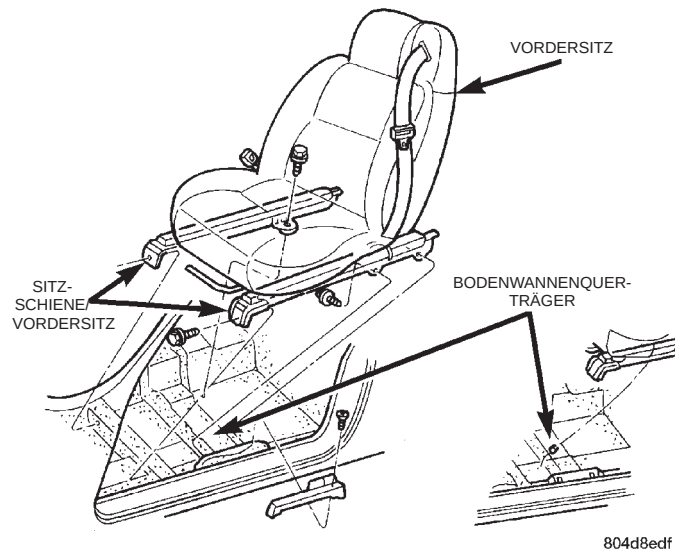

Abb. 53 Vordersitz
- (1) Sitz ganz nach hinten schieben.
- (2) Inneren und äußeren Befestigungsschrauben lösen, mit denen der Sitz am Bodenwannenquerträger befestigt ist (Abb. 53).
- (3) Vordersitz ganz nach vorn schieben.
- (4) Hintere innere Befestigungsschraube lösen, mit der der Sitz an der Bodenwanne befestigt ist.
- (5) Hintere äußere Befestigungsschrauben lösen, mit denen der Sitz am Seitenschwellerholm befestigt ist.
- (6) Sitz nach vorn umklappen und den Steckverbinder vom Gurtaufroller abziehen.
- (7) Sitz aus dem Fahrzeug nehmen.
(1) Sitz ganz nach hinten bewegen.
(2) Die vorderen inneren und äußeren Befestigungsschrauben lösen, mit denen der Sitz am Bodenwannenquerträger befestigt ist (Abb. 53).
(3) Sitz ganz nach vorn bewegen.
(4) Hintere innere Befestigungsschraube lösen, mit der der Sitz an der Bodenwanne befestigt ist.
(5) Die hinteren äußeren Befestigungsschrauben lösen, mit denen der Sitz an der Seitenschwellerholm befestigt ist.
(6) Sitz nach vorn klappen und den Steckverbinder vom Gurtaufroller und dem elektrischem Sitzverstellmechanismus abziehen.
(7) Sitz aus dem Fahrzeug nehmen.